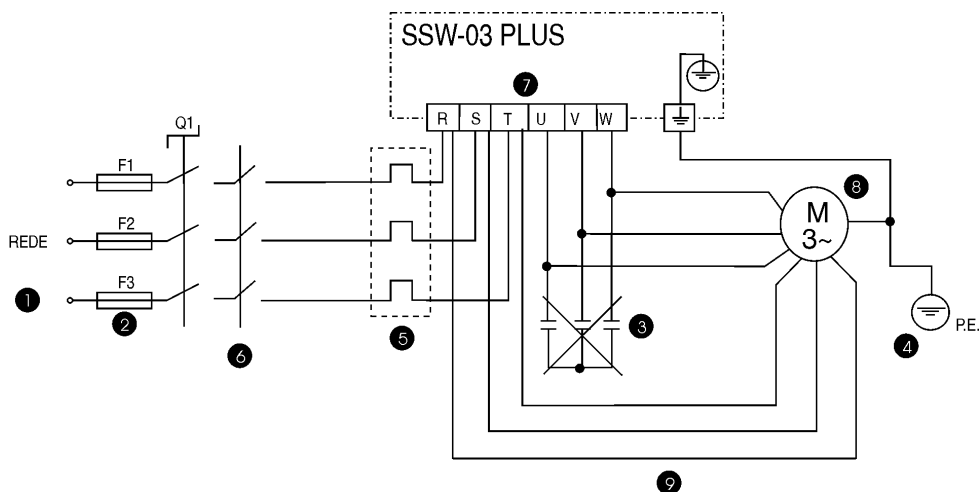

Figura 3.5 - Conexões de Potência e Aterramento para ligação dentro da ligação Delta do Motor (Ver também ítem 6.4.1 do manual)
Muita atenção na conexão do motor a Soft-Starter, respeite os esquemas de ligação mostrados na figura 3.5 e no item 6.4.1 conforme os tipos de enrolamentos.